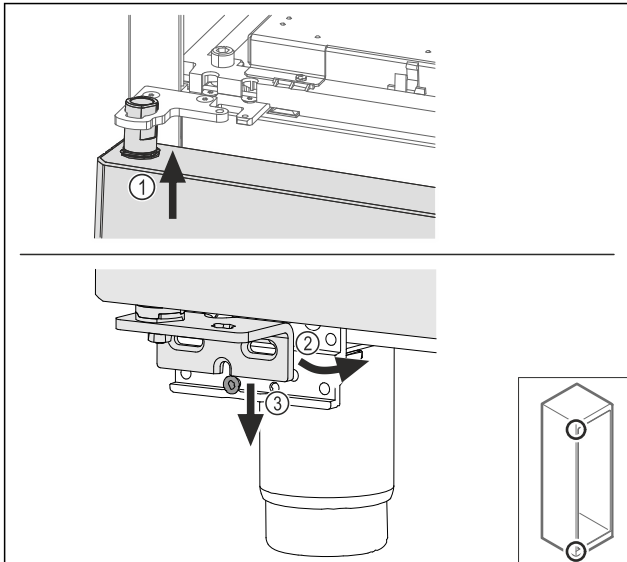

Fig. 68
- Šiek tiek pavertę duris, įstatykite jas viršuje Fig. 68 (1), išlygiuokite tiesiai Fig. 68 (2) ir užmaukite ant atraminės gembės varžto Fig. 68 (3).